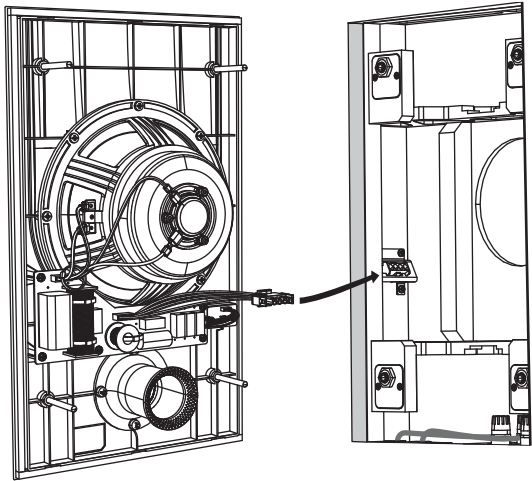

Fig. 1. Conectando a fiação
1. Com a ajuda de um assistente, levante o conjunto de alto-falantes PCI 7DC IW próximo à abertura da parede de gesso e fixe com segurança o conector de quatro pinos no conector correspondente dentro da lata posterior (Fig. 1).